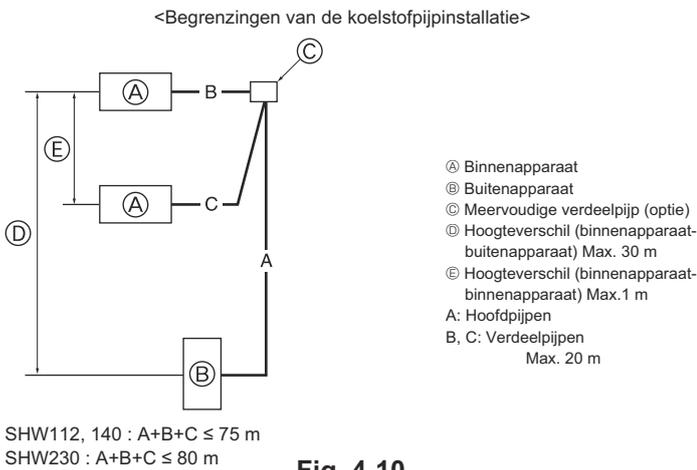

Fig. 4-10
4.8. Voor twee-/drie-/viervoudige combinaties (Fig. 4-10) (alleen voor airconditioners)